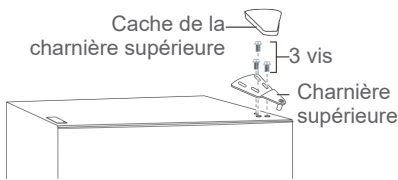

Fig. 3
1. Enlevez le cache de la charnière supérieure, puis enlevez la charnière supérieure après avoir ôté ses trois vis (→ Fig. 3).